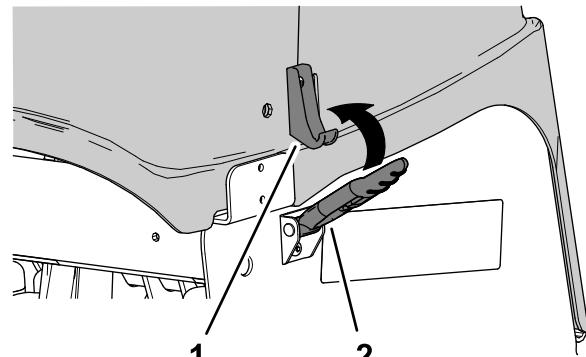

Figura 153
2. Enganche la cubierta del cabezal de perforación en la ubicación del cierre 4 (Figura 153).